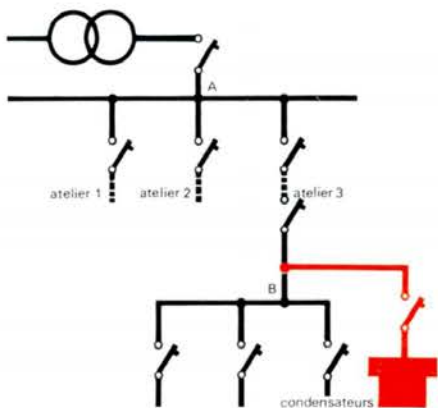

fig. 3 : compensation mixte
- soit à l'entrée de chaque atelier, dans le cas de régimes de marche autonomes (fig. 3),